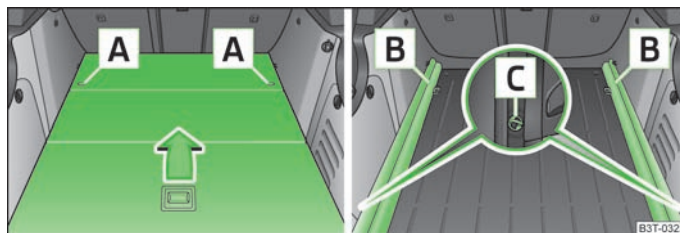

Fig. 72 Portbagajul: Demontarea podelei variabile/Demontarea șinelor de susținere
- Deblocați podeaua variabilă rotind inelul de siguranță **A** » fig. 72 spre stânga, circa 90°.